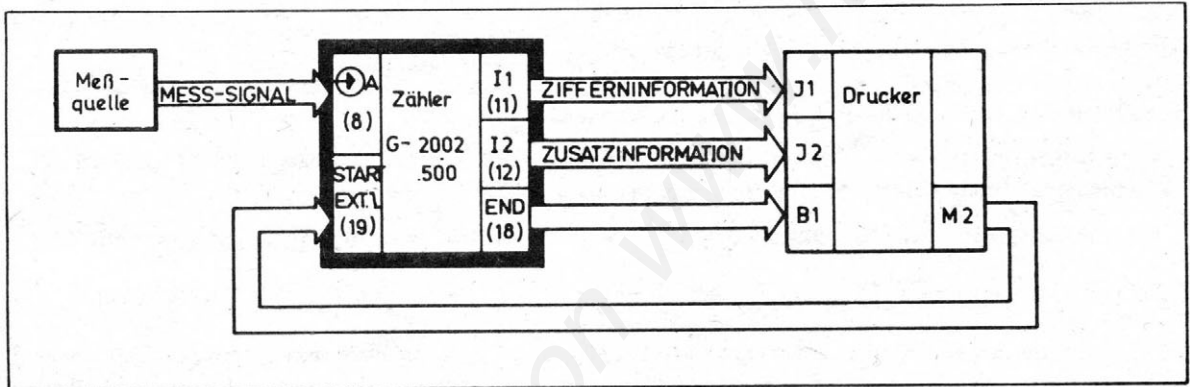

Bild 9: Verkettung des Zählers G-2002.500 mit einem Drucker
Bei der Verkettung nach Bild 9 und 10 wird durch die Verbindung von M2 des Druckers mit START EXT L (19) des Zählers eine automatisch wiederholende Meßfolge erreicht, wobei der Zeitabstand zwischen zwei Messungen wesentlich durch die Funktionszeit des Druckers bestimmt ist. Die erstmalige Auslösung der Meßkette erfolgt durch Betätigen der Taste "Handauslösung" (4) am G-2002.500.
In der Betriebsart "Frequenzmessung" kann wahlweise eine der drei Möglichkeiten nach Bild 9, 10 und 11 benutzt werden.